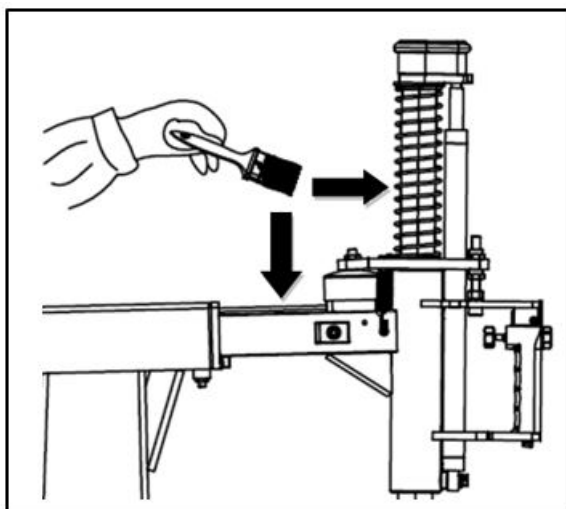

FIG38
- Brug dieselolie til at rengøre den sekskantede aksel og den firkantede vandrette arm (Fig38).